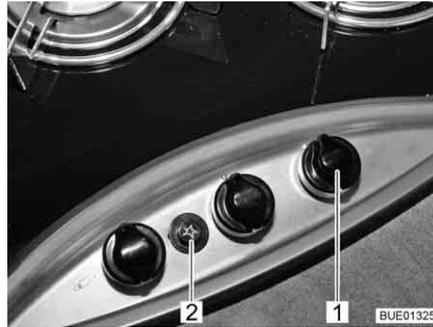

Fig. 180 Elementi di comando del fornello a gas
- Ruotare il pomello girevole (Fig. 180,1) dell'impianto a fiamma libera desiderato in posizione accesa (fiamma alta).
- Premere il pulsante per l'accensione (Fig. 180,2). Sul bruciatore vengono prodotte scintille.